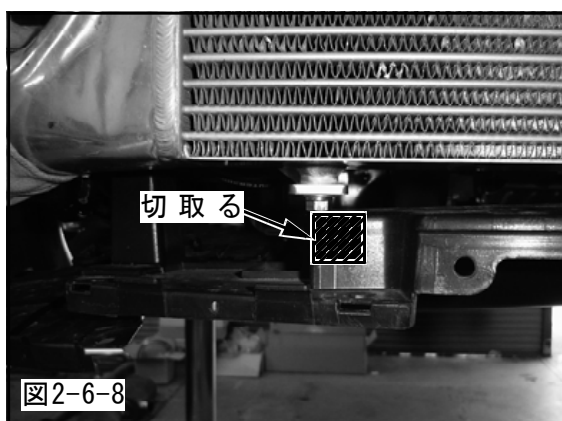
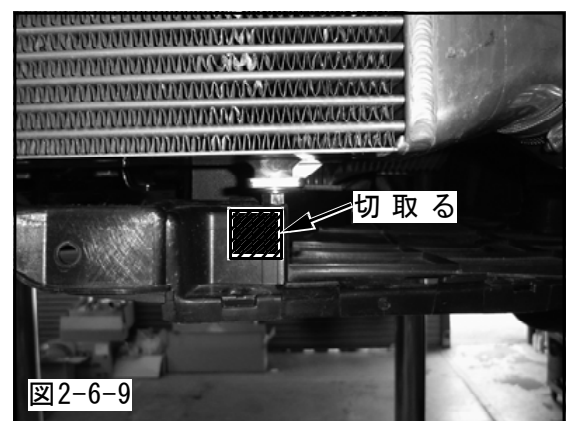

図2-6-8
図2-6-9
(11) 1. (4) で取外した③フロントアンダカバーと、インタークラスター, ボルトM8が干渉しないように図の斜線部を切取ってください。(図2-6-8, 図2-6-9)